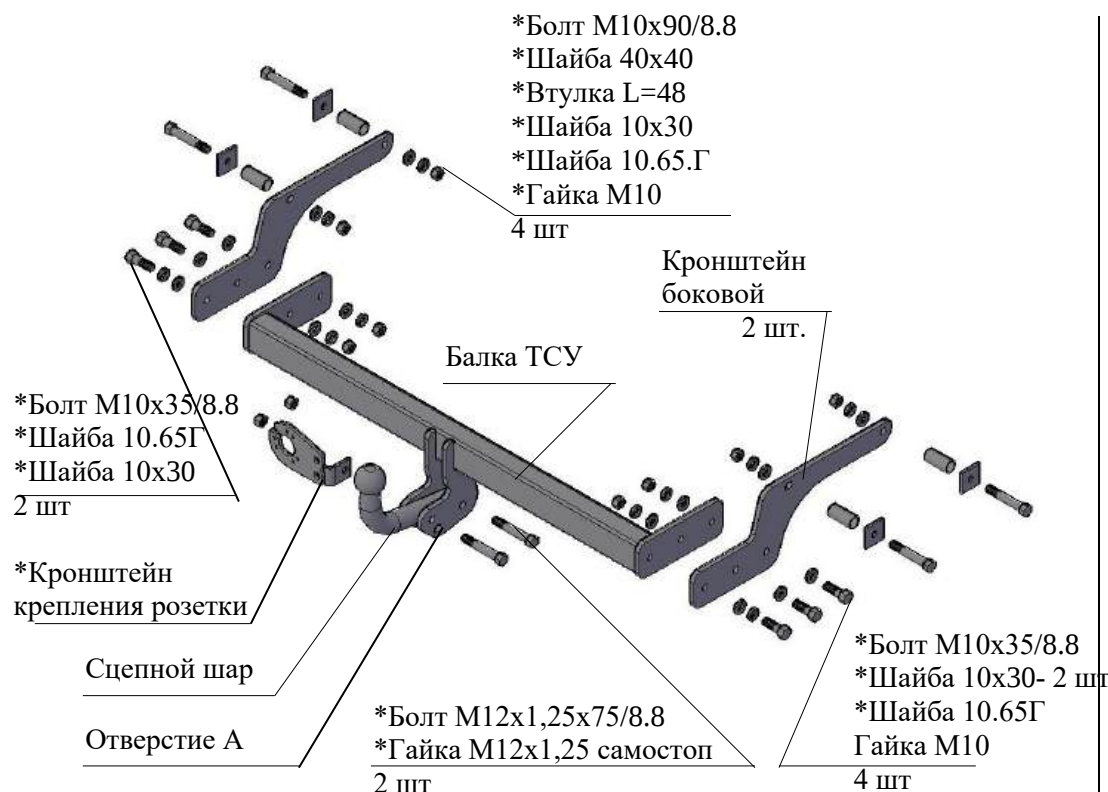

Рис.1 Тягово-цепное устройство ТСУ 9012.
2.1 ТСУ 9012 в сборе (рис.1)	1 шт.
2.2. Пакет комплектующих (рис.1)	1 шт